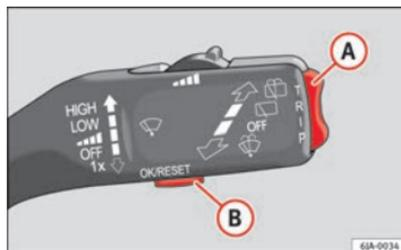
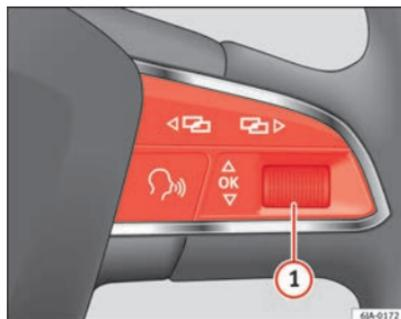

Abb. 34 Multifunktionsanzeige: Bedienelemente
Abb. 35 Multifunktionslenkrad: Bedienelemente
- Durch kurzes Drücken der Taste **(B)** des Hebels ⇒ Abb. 34 ⇒ Seite 62, oder
- durch kurzes Drücken des rechten Rädchens am Multifunktionslenkrad **OK (1)** ⇒ Abb. 35.
Die Taste zum Wechseln der Funktionen **A** ⇒ Abb. 34 und die Taste zum Löschen des Speichers **B** befinden sich im Scheibenwischerhebel.
- Drücken Sie kurz den Taster **B** ⇒ Abb. 34 des Hebels.
- Drücken Sie kurz das rechte Rädchen des Multifunktionslenkrads **OK 1** ⇒ Abb. 35.
- Drücken Sie die Wipptaste **A** ⇒ Abb. 34 des Hebels kurz nach oben oder nach unten. Dadurch werden nacheinander die Funktionen der Multifunktionsanzeige im Display angezeigt.
- Drehen Sie das rechte Rädchen des Multifunktionslenkrads **1** ⇒ Abb. 35. Dadurch werden nacheinander die Funktionen der Multifunktionsanzeige im Display angezeigt.
- Halten Sie die Taste **B** ⇒ Abb. 34 des Hebels gedrückt.
- Halten Sie das rechte Rädchen des Multifunktionslenkrads **OK 1** ⇒ Abb. 35 gedrückt.
Bei Temperaturen unter +4 °C (+39 °F) wird außerdem das Eiskristall-Symbol (Warnsignal bei glatter Fahrbahn) angezeigt und es ertönt ein akustisches Signal. Durch Drücken der Wipptaste **A** ⇒ Abb. 34 des Hebels oder durch Drehen des rechten Rädchens des Multifunktionslenkrads **1** ⇒ Abb. 35 wird die zuletzt angezeigte Funktion angezeigt.
- Wählen Sie durch Drücken der Taste  ⇒ Abb. 34 des Hebels die **Geschwindigkeitswarnung**. ►
- Drehen Sie das rechte Rädchen des Multifunktionslenkrads **1** ⇒ Abb. 35 und wählen Sie **Tempowarnung**.
- Wählen Sie durch Drücken der Taste **A** ⇒ Abb. 34 des Hebels die **Geschwindigkeitswarnung**.